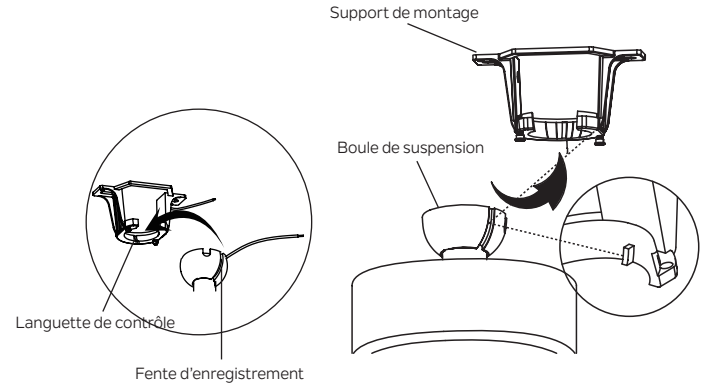

Fig. 12
Étape 6. Soulevez maintenant l'ensemble moteur et placez la boule de suspension dans le support de montage. Tournez jusqu'à ce que la « languette de contrôle » soit tombée dans la « fente d'enregistrement » et soit fermement en place. (Fig. 12) L'ensemble du corps du moteur ne doit pas tourner si cela est fait correctement.